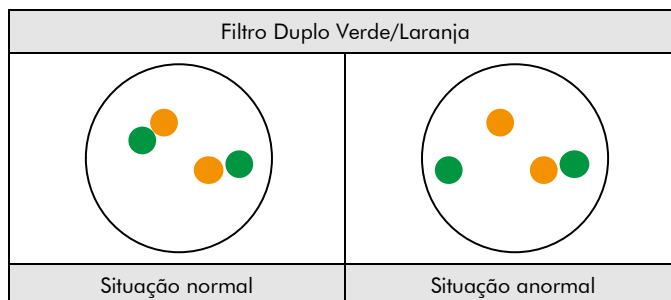

Fig. 2: Resultados esperados em núcleos normais e anormais
**Situação normal:** Em interfases de células normais ou em células sem translocação envolvendo a região do gene PDGFRB, são visíveis dois sinais de fusão verde/laranja (ver Fig. 2).
**Situação anormal:** Uma região do gene PDGFRB afetada por uma translocação é indicada por um sinal verde e laranja separados (ver Fig. 2).